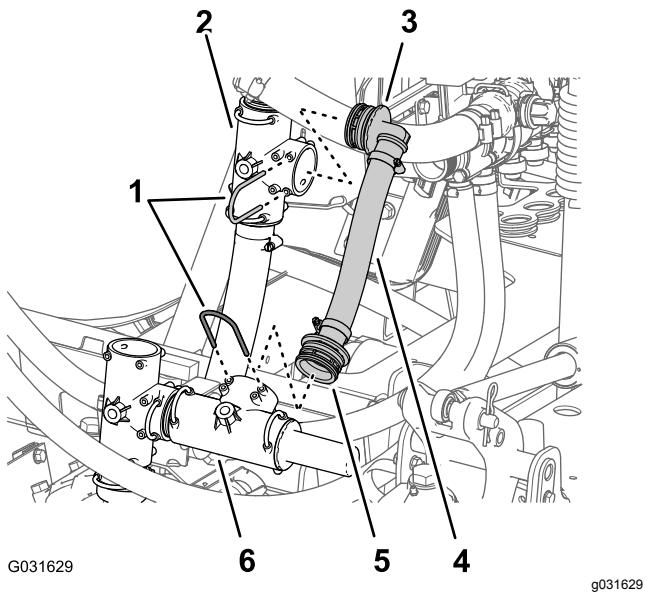

Bild 34
1. Nehmen Sie den Halter ab, mit dem das gerade gezahnte Anschlussstück des Druckentlastungsschlauchs am Druckentlastungsventil für das Sprühsystem befestigt ist (Bild 34)
2. Nehmen Sie den Halter ab, mit dem das gezahnte 90°-Anschlussstück des Druckbegrenzungsschlauchs am T-Anschlussstück für den Zulaufschaltkreis der Sprühpumpe befestigt ist (Bild 34)
3. Entfernen Sie den Druckbegrenzungsschlauch und die Anschlussstücke von der Maschine (Bild 34).